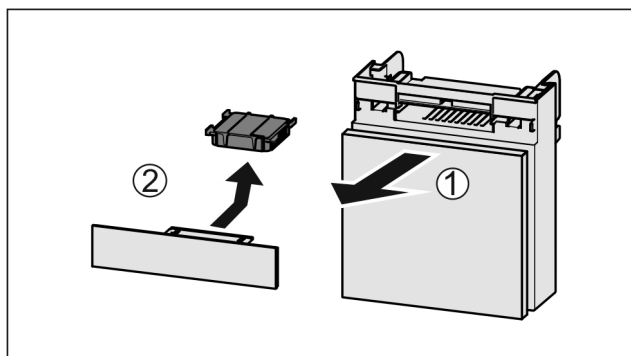

Fig. 132
- ▶ Wyciągnąć Fig. 132 (1) komorę do przodu.
- ▶ Wyjąć Fig. 132 (2) filtr z węglem aktywowanym.